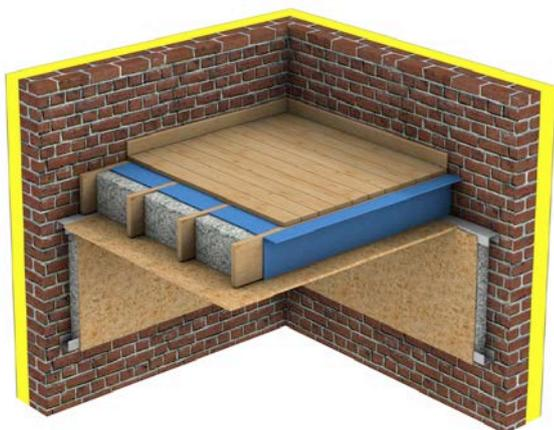
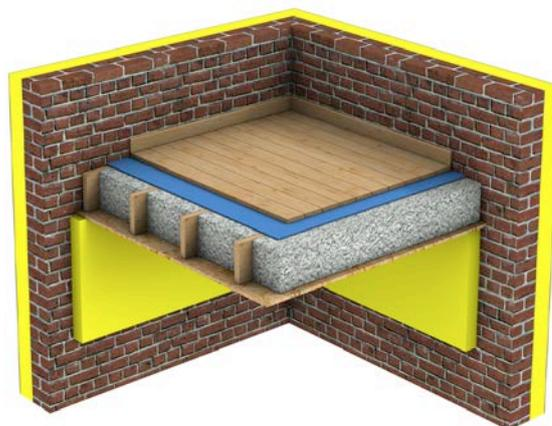

Fig. 1 Isolation par le bas (conservation du plancher) (vue 3D).
Fig. 2 Isolation par le haut (vue 3D).
1. pour empêcher la migration de l'humidité provenant de la pièce habitée, il convient de placer un pare-vapeur sur la face supérieure du plancher, au-dessus des solives (voir figures 2 et 4). En cas de conservation du plancher existant, il est possible de travailler par le bas en appliquant le pare-vapeur directement contre la face inférieure du plancher, puis autour des solives (voir figures 1 et 3)